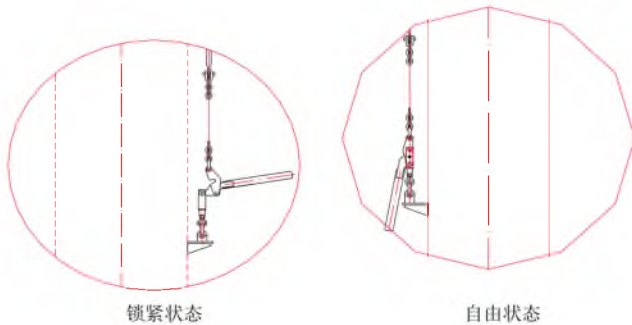

图 No. 09
1、打开装载臂的锁紧装置, 将手柄至所示的联锁位置, 使臂处于自由状态; (参见图 No. 09)
- 参照图 No. 09 抬起臂的锁紧装置的手柄，使其处于待锁位置；